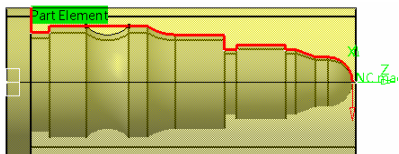

图 6-13 定义零件轮廓（1）
- 定义零件轮廓 (1)。单击 “Rough Turning.1” 对话框中的 , 切换到几何参数选项卡, 单击对话框中零件轮廓感应区, 选择如图 6-13 所示的曲线作